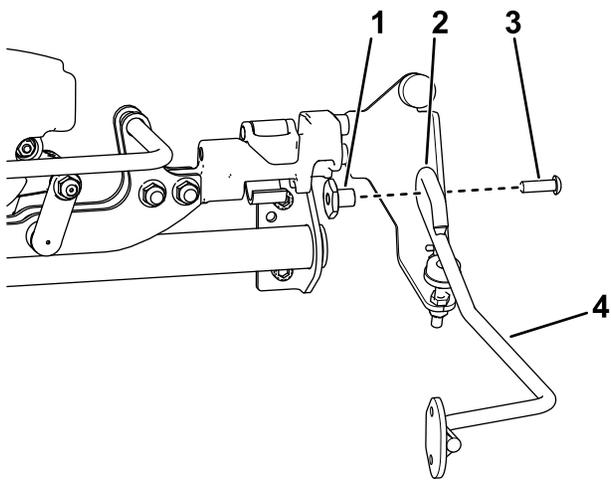

図 6
5. 各ブラシブラケットにブラシロッド取り付ける六角ソケットヘッドねじ5/16 x 1"とスペーサナット図6。ブラシのロッドに溶接されている輪が図6の位置にくるようにセットする。